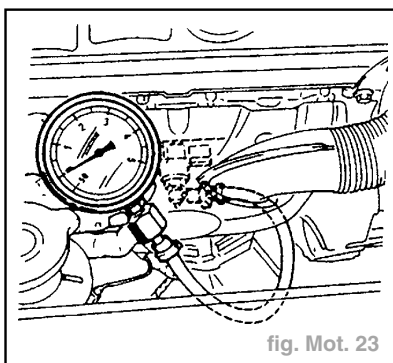

fig. Mot. 23
- Monter à la place du manocontact, le manomètre et son flexible (fig. Mot. 23).